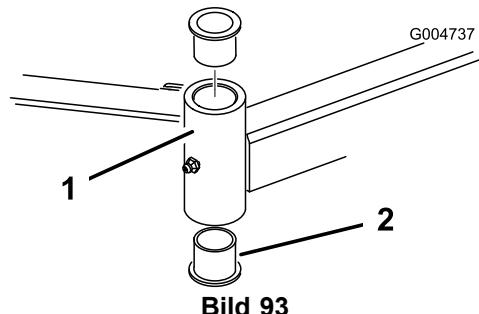

Bild 93
4. Stecken Sie einen Dorn oben oder unten in das Befestigungsrohr und treiben die Büchsen heraus (Bild 93). Treiben Sie dann die andere Büchse aus dem Rohr heraus. Reinigen Sie die Innenseite der Röhre.